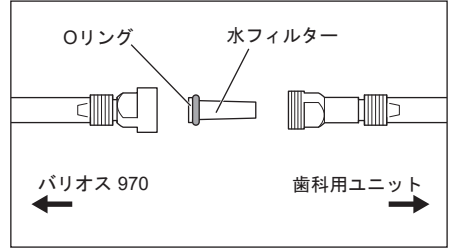

図44
- 3) ケース付水フィルターが外れると、中から水フィルターが出てきます。同じ向きで新しい水フィルター (別売品) に交換して、取り外しと逆の手順で組み付けてください。(図 44)